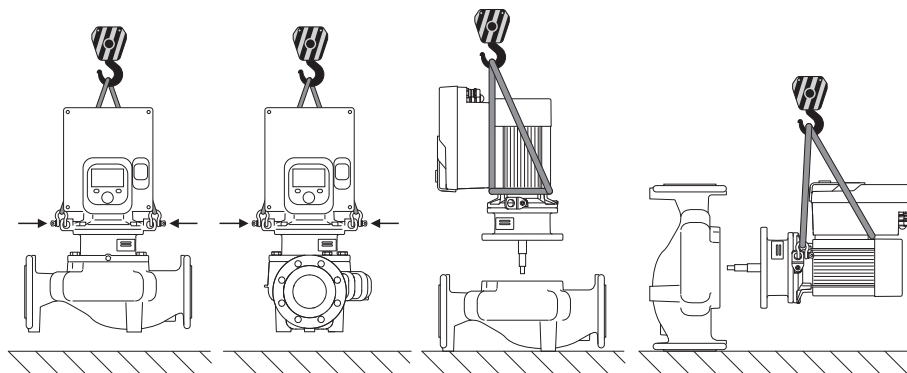

Fig. 6: Løfteretning enkeltpumpe
Pumpen skal transporteres ved hjælp af tilladt transportgrej (f.eks. sjækkel, kran etc.). Transportgrejet skal fastgøres på transportringene, der sidder på motorflangen. Skub om nødvendigt løftestropper ind under adapterpladen (Fig. 6/7). Sørg for at sikre pumpen, så den ikke kan vælte.
1. Lad to transportringe (Fig. I, pos. 30) blive på motorflangen.
2. Fastgør indstikssættet (Fig. 4) som sikring med egnet løftegrej i transportringene. For at undgå at enheden vælter, skal du lægge en remsløjfe rundt om elektronikmodulets motor og adapter, som vist i Fig. 6. Sørg ved fastgørelsen for ikke at komme til at beskadige elektronikmodul.
3. Løsn og fjern skruerne (Fig. I/II/III, pos. 29).